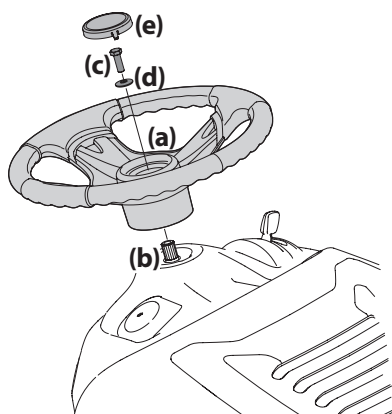

Figura 7
2. Con las ruedas delanteras del tractor apuntando hacia adelante, alinee el volante (a) y colóquelo en el eje de la dirección (b). Vea la Figura 7.
3. Asegure el volante (a) con el perno hexagonal (c) y arandela (d) desde debajo de la tapa del volante (e) y ajuste hasta 18-22 pies-libras (24-30 N-m). Vea la Figura 7.
4. Coloque la tapa del volante (e) sobre el centro del volante (a) y empuje hacia abajo hasta que haga clic al calzar en su lugar. Vea la Figura 7.
NOTA: El perno hexagonal (c) que asegura el volante (a) tiene sellador de rosca; de modo que si se lo extrae, se recomienda reemplazar el perno hexagonal (c) o volver a aplicarle sellador de rosca. Vea la Figura 7.